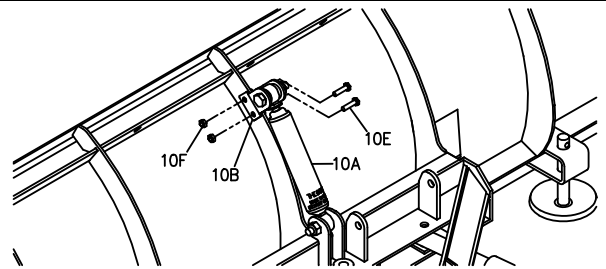

Bild 6. Befestigung Halterung an Schild G10063
8. Richten Sie die Halterung (10B) mit den Löchern in der mittleren Rippe des Schildes aus. Siehe Bild 6. Je eine Platte der Halterung (10B) muß an den Seiten der Rippe liegen. Befestigen Sie sie mit zwei **HDW01719** 3/8"-16 x 1 1/2" Sechskantschrauben (10E) und zwei **HDW01720** 3/8"-16 Nylon Muttern (10F). Ziehen Sie die Muttern fingerfest an.